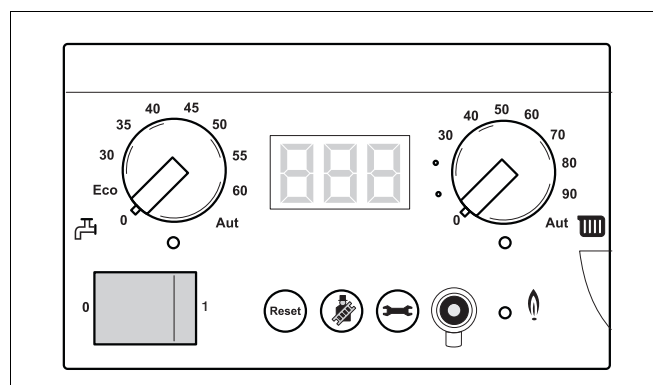

Fig. 99 Întrerupeți alimentarea cu tensiune a instalației de încălzire
- Întrerupeți alimentarea cu tensiune a instalației de încălzire (fig. 99).